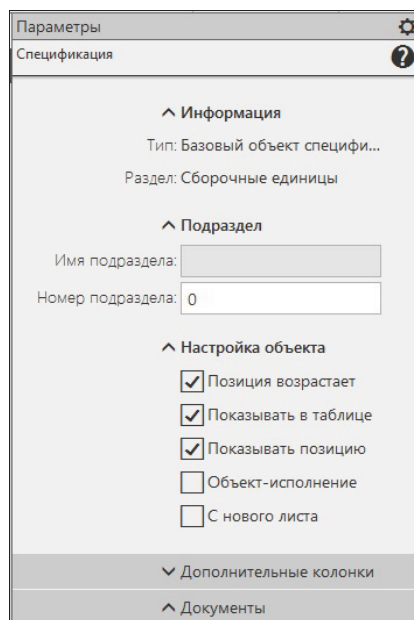

Рис. 15.12. Панель
- ◆ выделите ЛК мыши строку **Сборочный чертеж**. На панели **Параметры: Спецификация** (рис. 15.12) в разделе **Информация** в поле **Тип: Базовый объект**, в поле **Раздел: Сборочные единицы**;